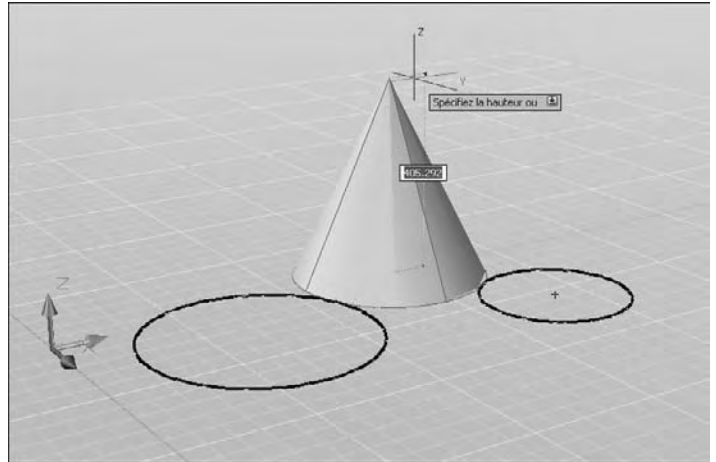

Fig.3.14
- 7 Spécifiez la hauteur (fig.3.14).